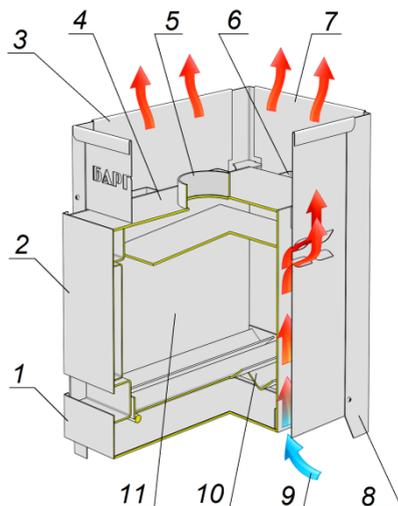

Рисунок 1. Устройство печи Баргузин.
4.4. Ограждающий кожух печи – сборный, состоит из малых и больших секций (панелей), закрепленных на стойках (см. рис.1).